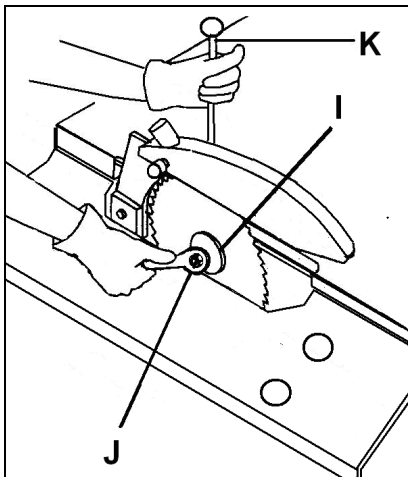

Fig 15
Lösen Sie die Spannmutter (J, Fig 15). Sichern Sie dabei die Sägewelle mit dem Steckstift (K) gegen Verdrehen.